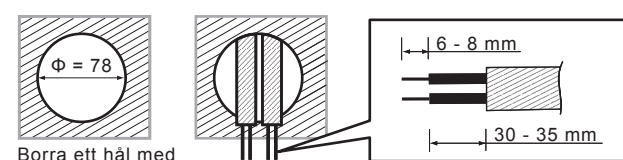

FIG. 9
- 3.4.2.1 För att installera detektorn, borra ett hål med diametern 78 mm i takplattan och håll strömkabeln utanför. Stripa 6 - 8 mm av kabelmanteln (se fig. 9).